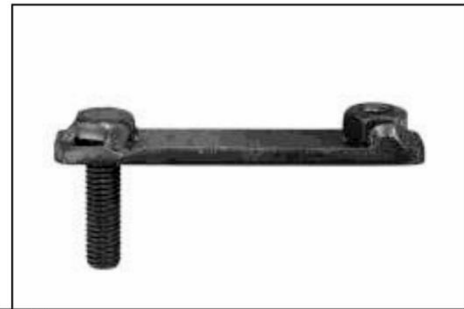
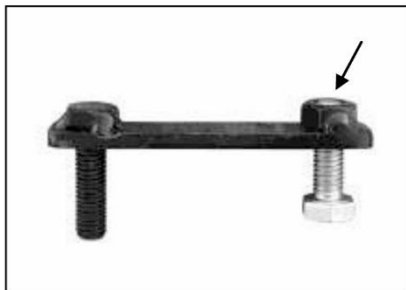
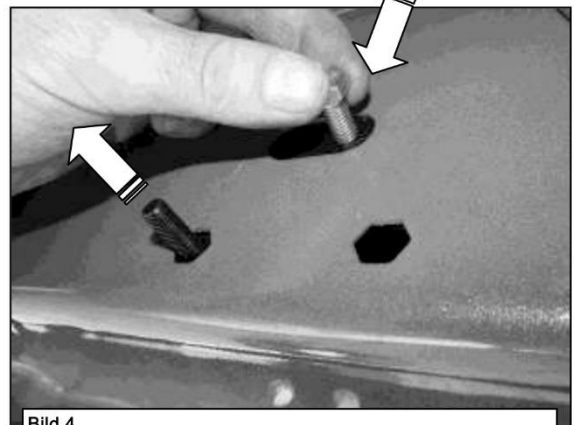

Bild 2
Bild 3
Bild 4
- a. Drehen Sie eine 8mm Schraube in die Mutter am Ende der Schrauben Platte (**Bild 2**). Drehen Sie die Schraube soweit auf die Mutter, bis diese mit der Mutter abschließt (**Bild 3**). Verwenden Sie die Sechskantschraube als Griff und führen sie die Schraube sowie die Platte in das ovale Loch ein (**Bild 4**). Führen Sie das Gewinde der Platte durch eines der sechseckigen originalen Löcher.
Befestigen zuerst die Halterung am Gewinde der Schrauben Platte. Entfernen Sie die 8mm Sechskantschraube (Bild 3). Drehen Sie die Schrauben Platte damit diese mit dem original sechseckigen Loch übereinstimmt.